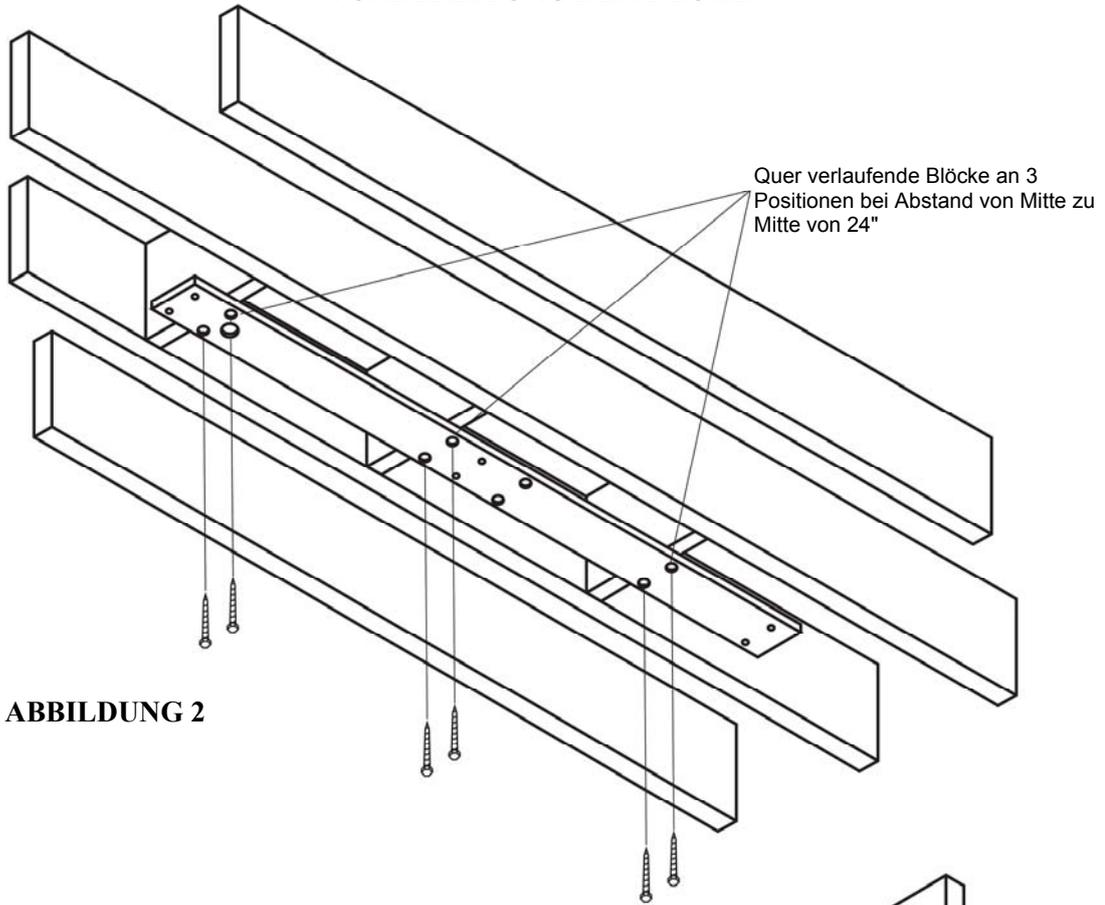

ABBILDUNG 2
B) Bei herkömmlichen Decken mit Balken, die **parallel** zur Mittellinie der Leuchte verlaufen, müssen an 3 Positionen quer verlaufende Blöcke installiert werden, um eine Montage mit **wenigstens 6 (M8 x 76mm)** Schlüsselschrauben zu ermöglichen. (SIEHE ABBILDUNG 2)